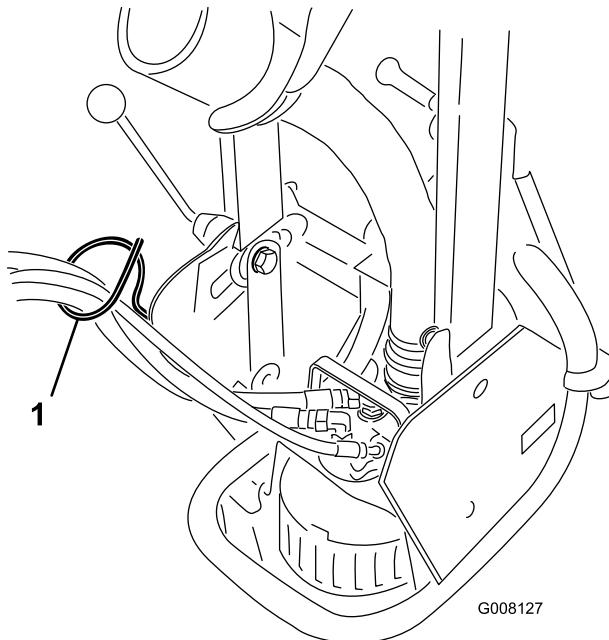

Рисунок 4
- Вставьте гидравлические шланги в выносную гидравлическую систему машины Sand Pro. Расположите шланги в направляющей шлангов (Рисунок 4.) Не допускайте перекручивания или резких перегибов гидравлических шлангов.